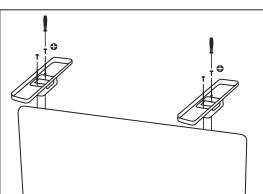

Рис.2
- Установите опорные ножки и зафиксируйте их крепёжными винтами (входят в комплект поставки) (рис. 2).